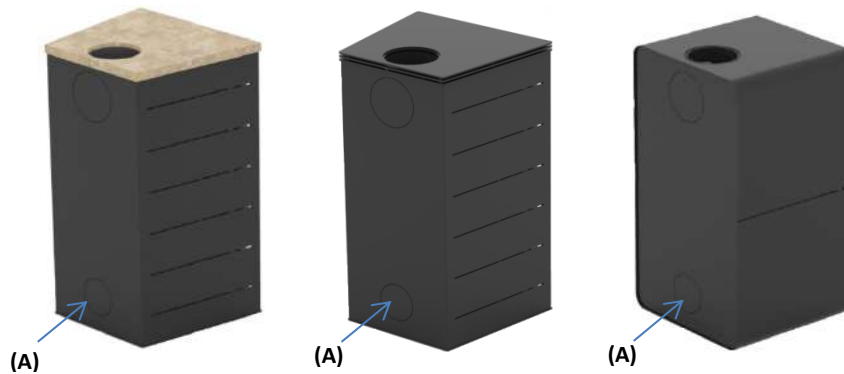

Fig. 18 – Vista posterior de cada modelo; (A) Secção a eliminar para entrada de ar externa
- 3- Nas costas do equipamento, é necessário abrir a secção correspondente à entrada de ar externa (fig.18). Para isso basta utilizar um alicate de corte e eliminar os pontos de união entre a respectiva secção e a capa do equipamento;